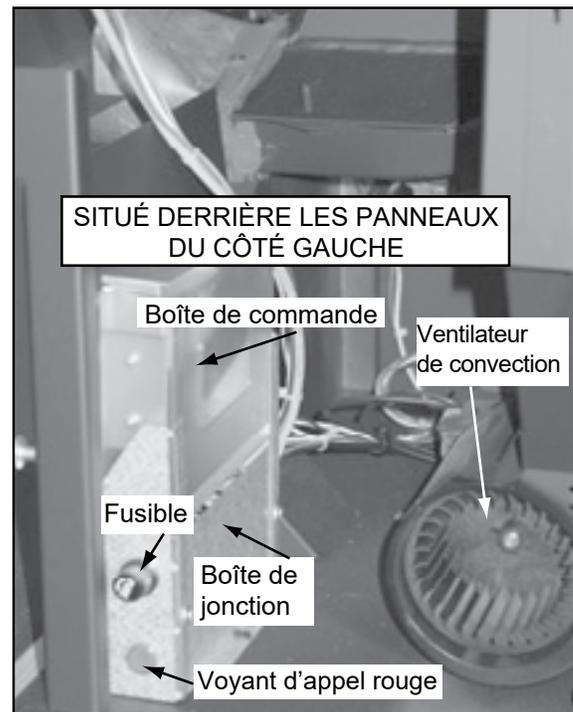

Figure 11.3
5. Regardez à travers l'orifice du côté inférieur gauche du panneau et vous verrez le voyant d'appel rouge allumé sur la boîte de commande (**Figure 11.3**). Cela indique que le thermostat demande de la chaleur. Sur le CAB50, le voyant peut être vu par l'arrière à travers l'orifice près du côté inférieur gauche du panneau arrière.
**REMARQUE :** 2 piles AA incluses avec le thermostat doit être installé à l'avant de l'appareil peut être utilisé (voir Figure 11.3 à la page 11).